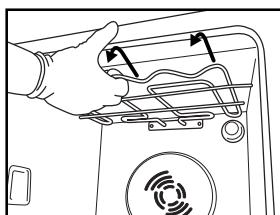
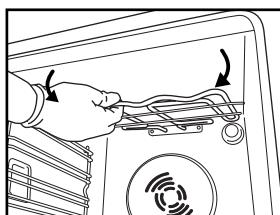

Fig. 4
Fig. 5
- Puxe a resistência ligeiramente para fora (Fig. 4) e baixe-a (Fig. 5).